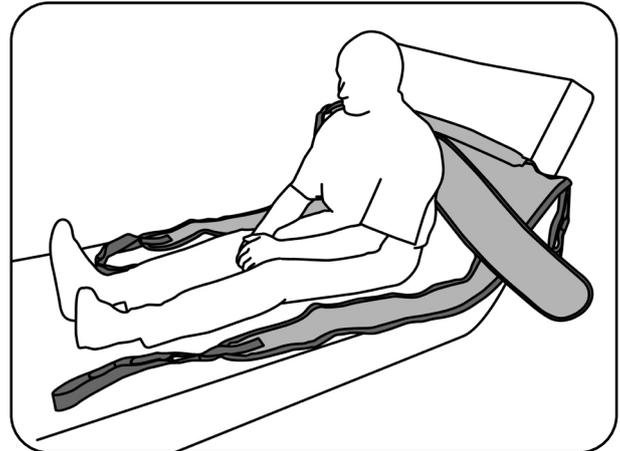

Abb. 8.3.01 - Liftergurt hinter dem Rücken des Patienten positioniert
6. Schieben Sie den Liftergurt hinter den Rücken des Patienten (Abb. 8.3.01). Achten Sie darauf, dass die Oberkante des Liftergurtes auf Höhe des Achselbereiches ist und, dass die Beinstützen jeweils rechts und links von den Beinen des Patienten liegen und nicht verdreht sind.